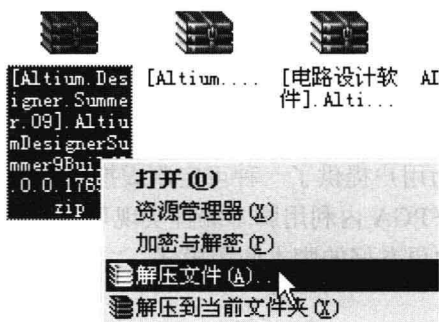

图 1-1 解压安装文件
- (1) 找到 Altium Designer Summer 09 文件包，将其解压，如图 1-1 所示。